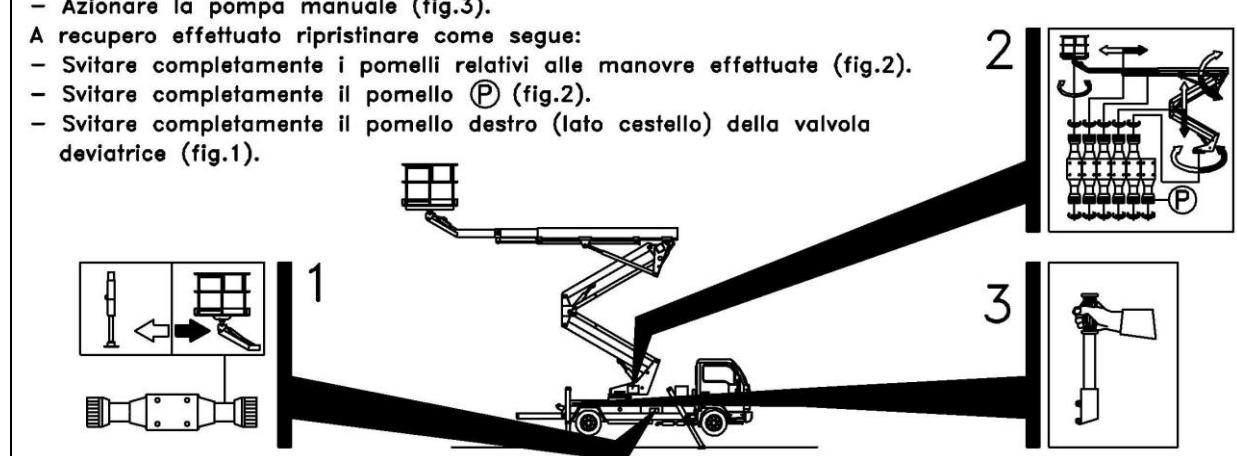

fig. 4.4.4
- procedere al recupero seguendo le indicazioni dell'adesivo posto sopra il coperchio (**fig. 4.4.4**).